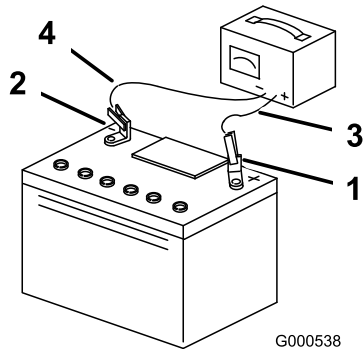

Bild 45
3. Ziehen Sie, wenn die Batterie voll geladen ist, den Stecker des Ladegeräts aus der Dose. Klemmen Sie dann die Klemmen des Ladegeräts von den Batteriepolen ab (Bild 45).